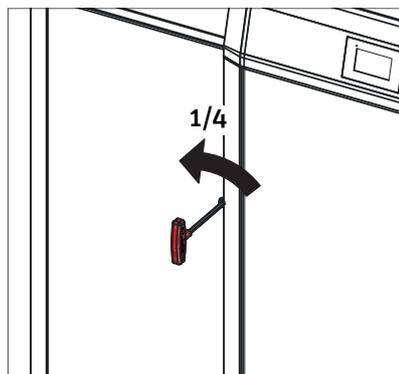

Fig. 30 Ouverture de la porte du revêtement à l'aide d'une clé à six pans creux
- ▶ Ouvrir la porte de jaquette de gauche ; pour la déverrouiller, tourner d'1/4 de tour la clé à pipe vers la gauche – Fig. 30 – voir aussi point 8 sur la page 11.